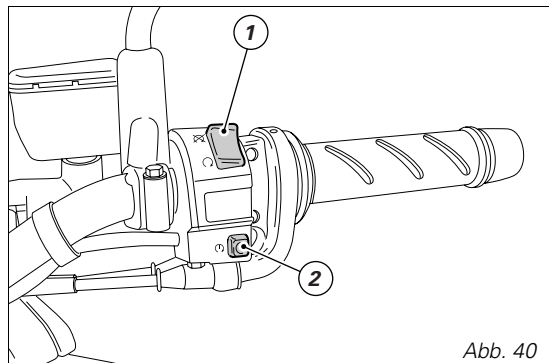

Abb. 40
- 2) Sicherstellen, dass sich der Stopschalter (1, Abb. 40) auf **○ (RUN)** befindet, dann den Startknopf (2) drücken.